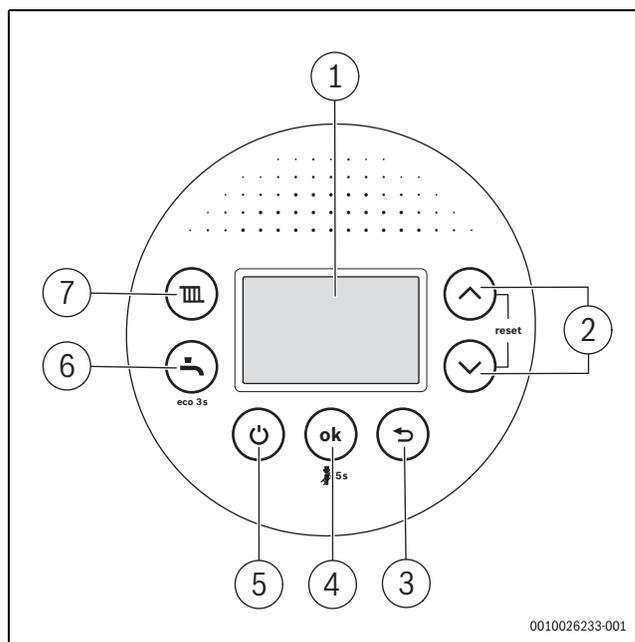

Fig. 86 Aperçu du tableau de commande
Après la mise en service, la touche  (→ fig. 86, [5]) démarre ou arrête simultanément le chauffage et la production d'eau chaude sanitaire via la chaudière murale à condensation, sans interrompre l'alimentation électrique.
- ▶ En fonctionnement normal, désactiver l'appareil avec la touche  (→ fig. 86, [5]).